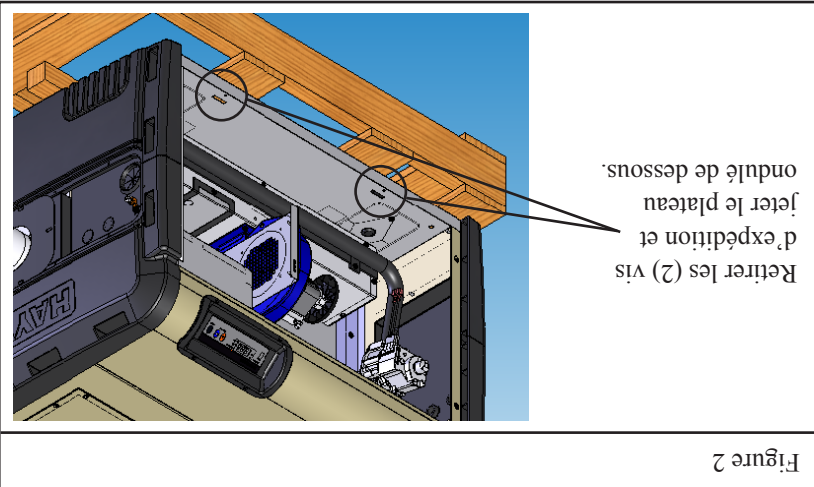

Figure 2
3. Pour accéder aux deux (2) autres vis, ouvrir le panneau d'accès avant en retirant les quatre (4) vis noires à tête de Phillips. Puis retirer les (2) vis qui attachent le plateau de base du réchauffeur à la palette, comme indiqué sur la figure 2.